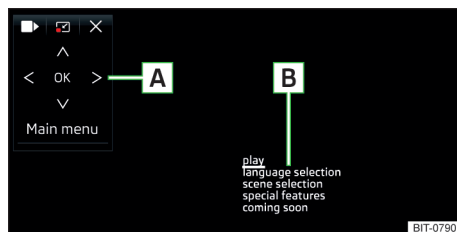

Abb. 188
**Beschreibung des DVD-Menüs** » Abb. 188